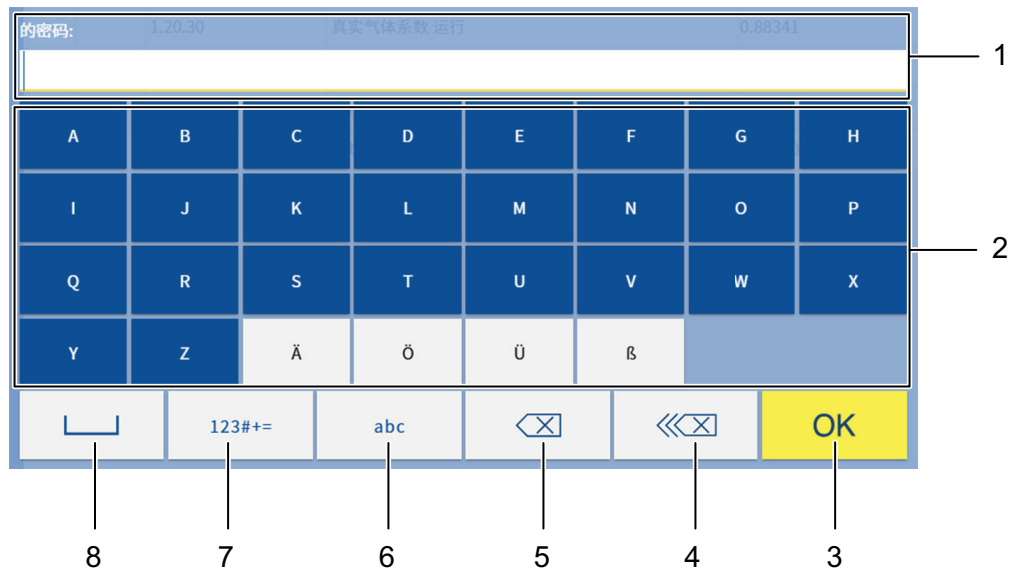

图 37: 密码输入窗口
| 2  | 密码输入  | <ul style="list-style-type: none"> <li>打开密码输入窗口（见图 37）</li> <li>- 所有 User/Admin 的密码出厂设置为：User1</li> </ul>                                                                                                 |
- ➔ 会打开输入窗口（见图 37）。
| 1  | 新密码输入   | <ul style="list-style-type: none"> <li>打开新密码输入窗口（见图 37）</li> </ul>    |
| 2  | 确认新密码输入 | <ul style="list-style-type: none"> <li>打开确认新密码的输入窗口（见图 37）</li> </ul> |